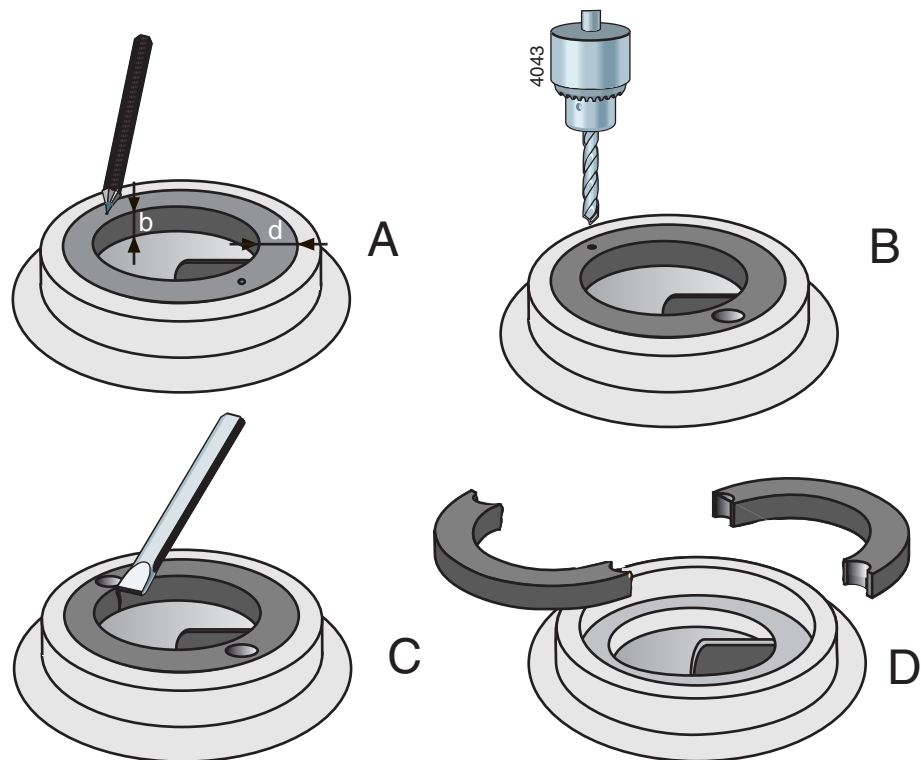

Figure 15: Démontage de la bague d'usure.
- 1 Mesurez l'épaisseur (d) et la largeur (b) de la bague, voir figure 15 A.
- 2 Faites un petit trou de centrage au milieu du bord de la bague en deux points opposés, voir figure 15 B.
- 3 Utilisez une mèche d'un diamètre légèrement plus petit que l'épaisseur (d) de la bague et percez deux trous dans la bague, voir figure 15 C. Ne percez pas plus loin que l'épaisseur (b) de la bague. Prenez soin de ne pas endommager le bord d'ajustage du corps de pompe.
- 4 Coupez l'épaisseur restante de la bague à l'aide d'un ciseau. Vous pouvez maintenant déposer la bague en deux parties du corps de pompe, voir figure 15 D.